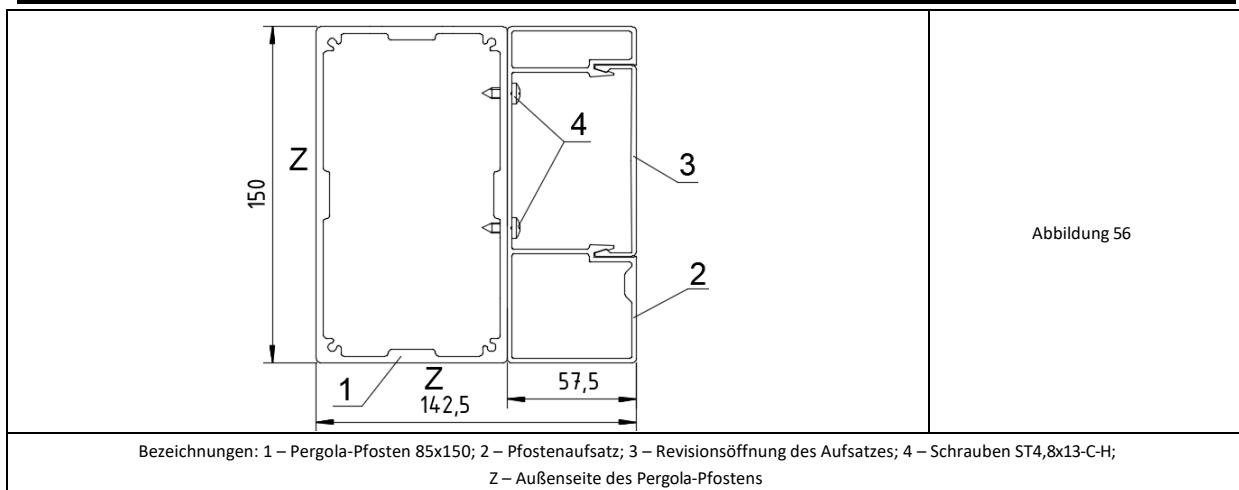

Abbildung 56
- Die Aufsatzstücke verbreitern die Pergola-Pfosten (nach innen) zu einem annähernd quadratischen Umriss (Abb. 56) – Achtung: Die Innenkammern sind asymmetrisch – wichtig ist ihre Ausrichtung zu den Außenseiten der Pergola.